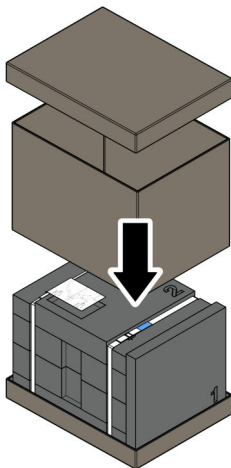

Abb. 100 Roboterbox verpacken
12. Mit der Umverpackung die Roboterbox verpacken **Abb. 100**.